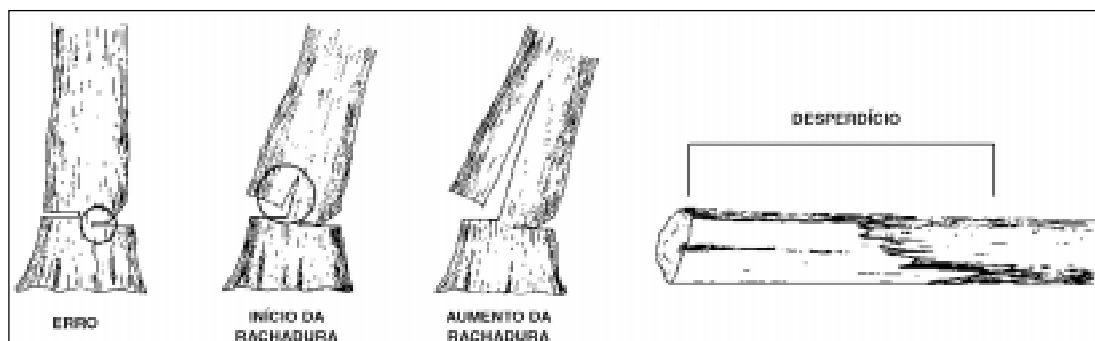

Figura 13. Desperdício devido à rachadura.
*Erro no corte da "boca" (profundidade e ângulo).* Se o corte diagonal for menor que 45 graus e não interceptar o corte horizontal, as chances da árvore rachar durante a queda são maiores. Esse erro representa uma perda média de 1,2 m3 por hectare (Figura 13).